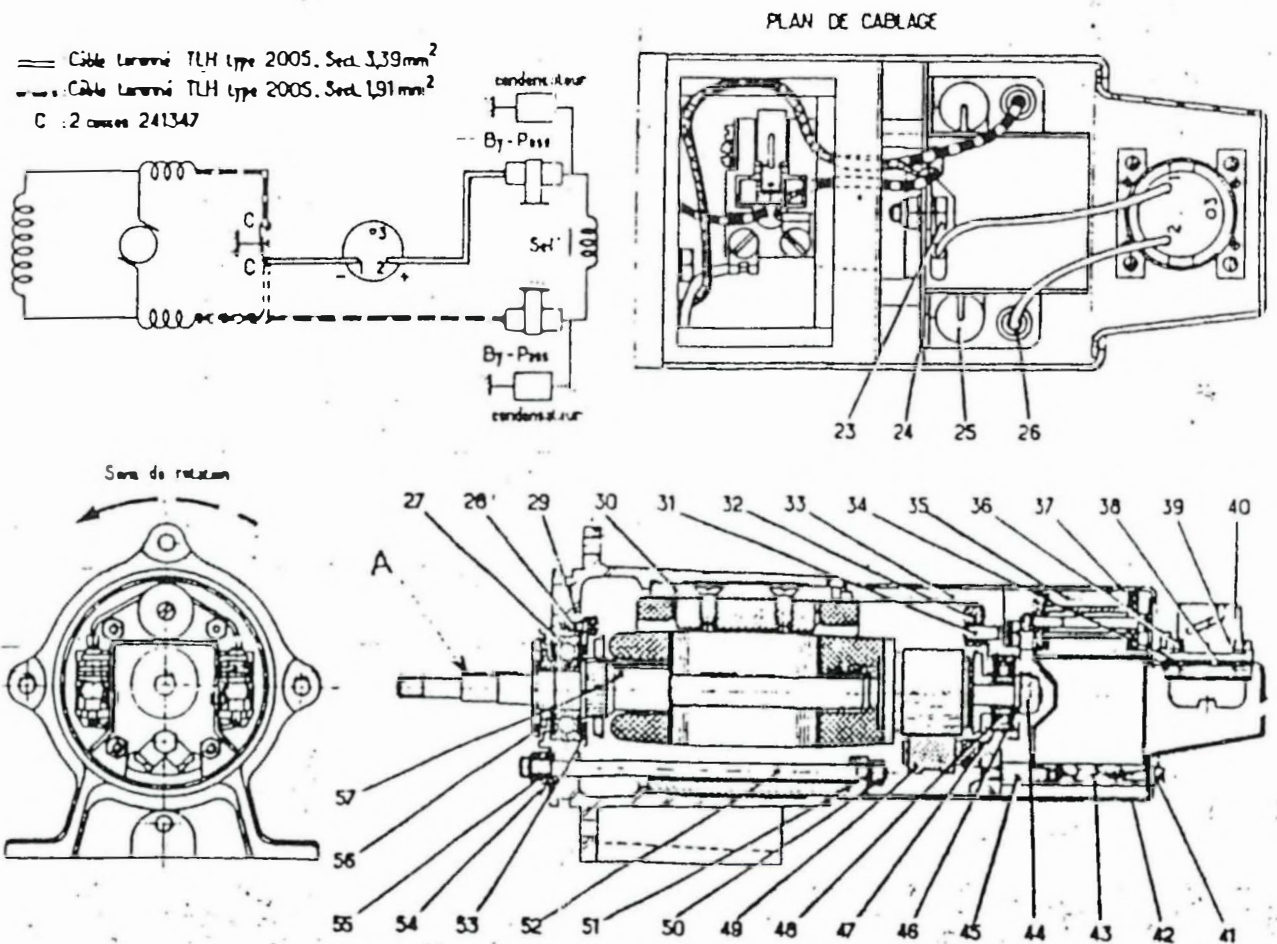

Figure 3: Moteur et Filtre antiparasite.
- Figure 3 : Schéma de principe - Plan de câblage - Vue en coupe du moteur.
- Support de prise (2), joint (4)
- Remonter la prise et fixer avec vis (7), rondelles (8).
- Capot (3)
- Positionner suivant figure 3.